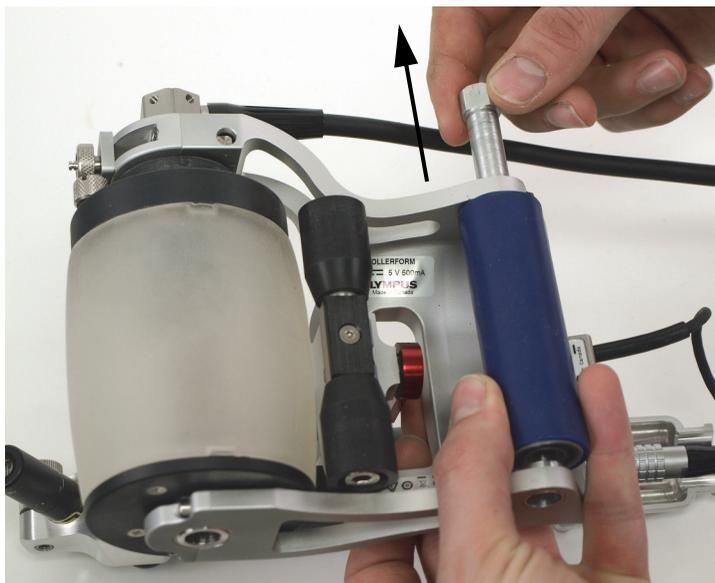

Figure 6-35 Extraction de l'essieu du rouleau arrière
3. Faites glisser l'essieu du rouleau arrière hors du châssis du scanner (Figure 6-35 à la page 116).